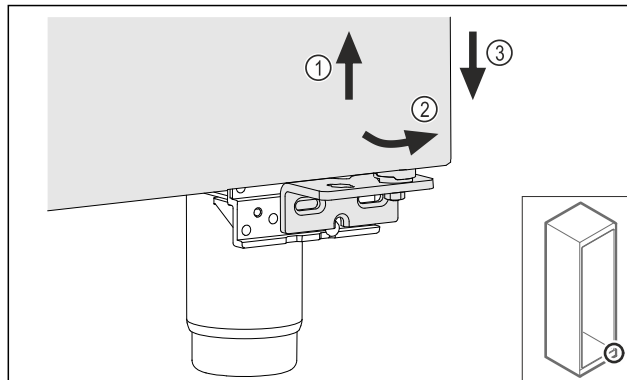

Fig. 24
- ▶ Повдигнете леко вратата Fig. 24 (1), наведете я отдолу напред Fig. 24 (2) и я спуснете Fig. 24 (3).